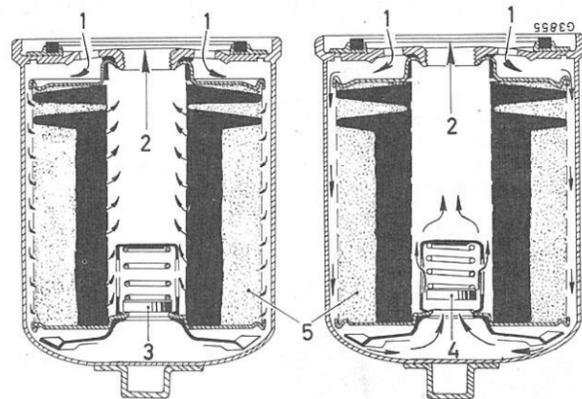

Fig. 52
Lorsque l'élément filtrant se colmate, il empêche le passage satisfaisant de l'huile. Il en résulte une augmentation de pression qui repousse le ressort maintenant le clapet de sécurité (4) Fig. 52 sur son siège. Le lubrifiant (2) peut alors se diriger vers le conduit principal de graissage du moteur. Bien que non filtrée, l'huile assure le graissage sans interruption des organes mobiles du moteur et la pression est normale dans le conduit principal.